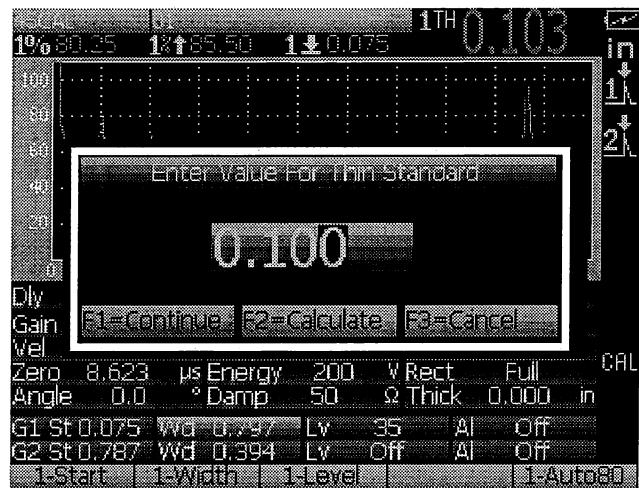

図 8-6 薄い試験片の基準値の入力
5. 値が安定したら、[ZERO] キーを押します。画面がフリーズし、画面上にポップアップボックスが現れます。英数字キーを使い、試験片の正確な厚さを入力します。この例では、[0] [.] [1] [0] [0]、もしくは [.] [1] を押すと、図 8-6 のように入力値がポップアップボックスの中に現れます。入力を誤った場合は、左右キーで